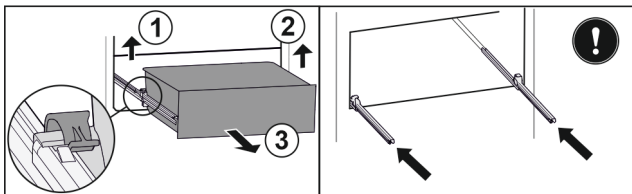

Fig. 206
- Ngrini lart kapësen e majtë dhe në të njëjtën kohë tërhiqni nga përpara sirtarin e majta. Fig. 206 (1)
- Ngrini lart kapësen e djathtë dhe në të njëjtën kohë tërhiqni nga përpara sirtarin nga e djathta. Fig. 206 (2)
- Hiqni sirtarin nga përpara. Fig. 206 (3)